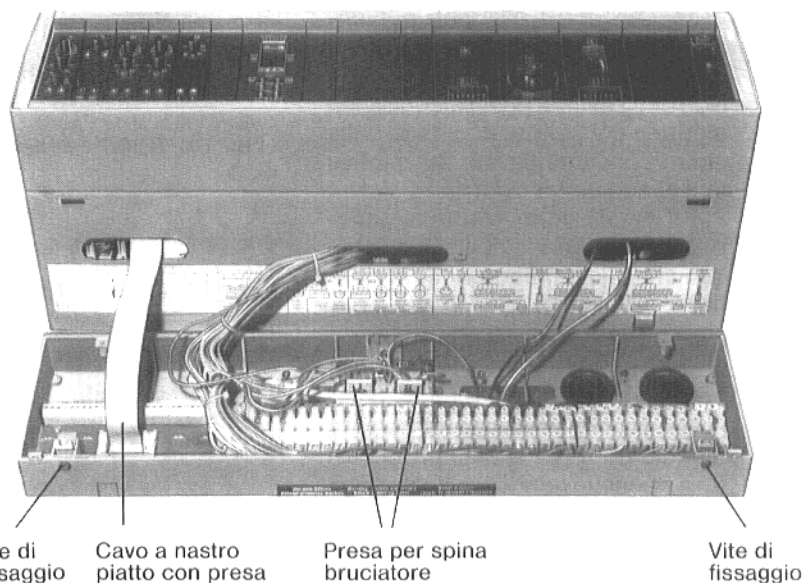

Fig. 18: Apparecchio di regolazione HS 3312
16. Stabilire il collegamento fra il apparecchio di regolazione e la bassetta inserendo gli spinotti nella morsettiera secondo le marcature e stringere a fondo le viti d'arresto (Fig. 18).
19. Inserire da sotto la spina del bruciatore nella parte ricevente nella bassetta (Fig. 18).
22. Porre il apparecchio di regolazione sulla bassetta, spingere le alette posteriori negli alloggiamenti ed avvitare entrambe le viti di fissaggio (Fig. 18).